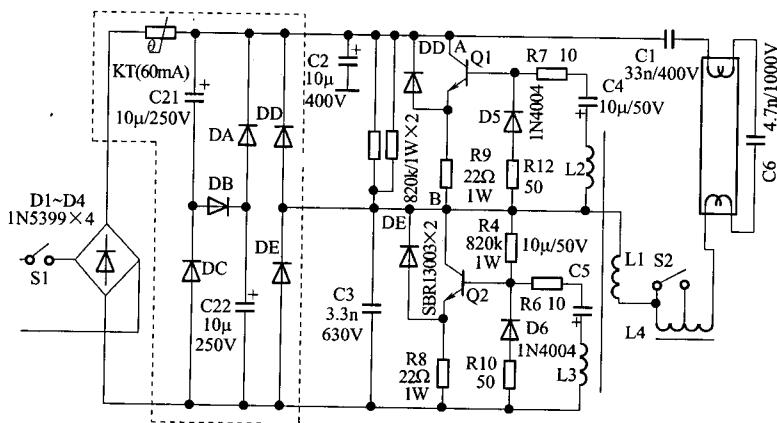

图 1-3 森源 MT-9016 护眼灯电路
3. 森源 MT-9016 护眼灯(图 1-3)
上述电路存在一定的缺点,可作如下改进(更改部分如图 1-3 中虚线框内所示)。